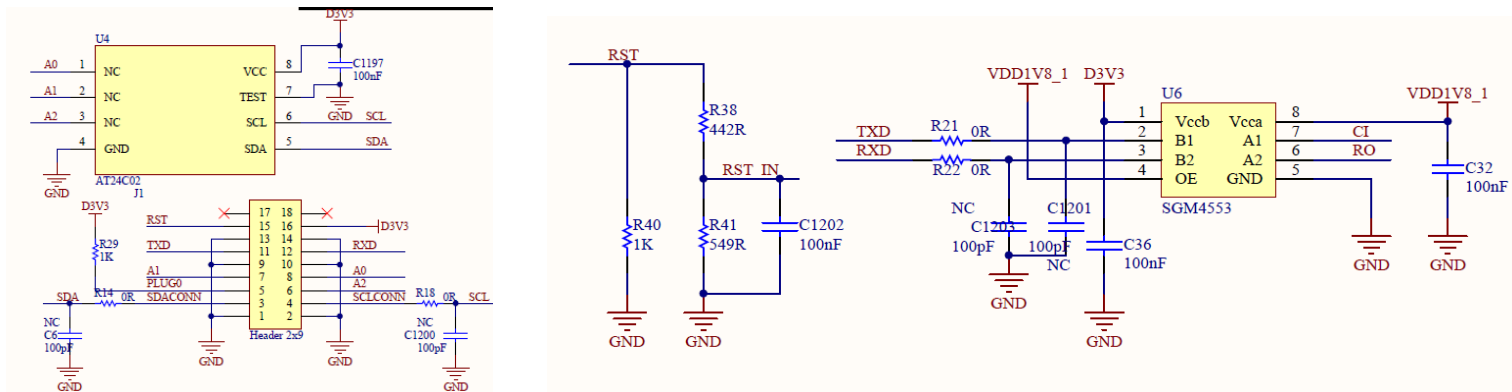

图 9、IO 信号各分压电压
- 11、12脚 (TXD、RXD): 通过电平转换 IC 将运算板端的 TX (CO)、RX (RI) 信号电平由 1.8V 转换为控制板的 3.3V。
- 如下图 9 所示为 IO 各引脚分压前后的电压及分布。